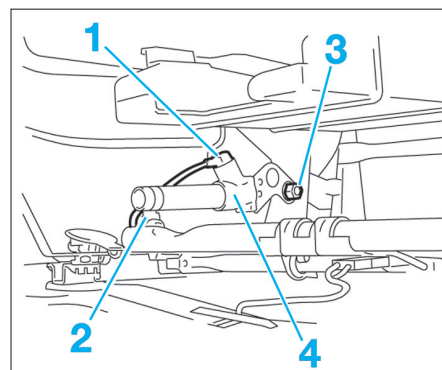

FIG. 11
- Débrancher le connecteur (1) (Fig.11).